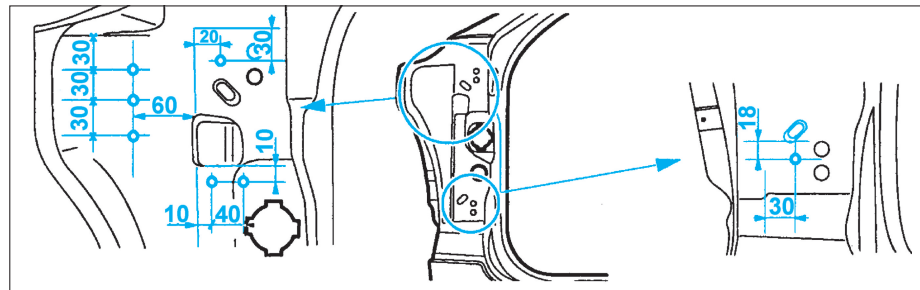

FIG. 38
- Percer suivant la figure des trous Ø 6,5 mm pour soudage ultérieur par points bouchons (Fig.38).